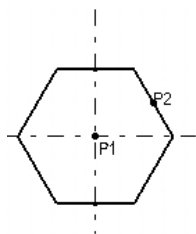

图 2-61
- 输入点 P1, 确定正六边形的中心。再输入点 P2, P2 将确定正六边形一条边的中心点, 即确定了正六边形, 如图 2-61 所示。